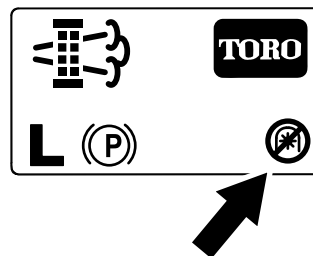

Figura 55
**Nota:** La pantalla de Inicio muestra el icono TDF deshabilitada (Figura 55).
**Nota:** La pantalla de Inicio muestra el icono de TDF deshabilitada; consulte Figura 55 en Mensajes de regeneración estacionaria \(página 52\).